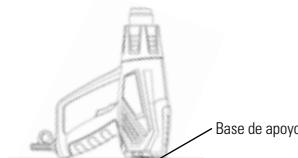

FIGURA 7.1 - BASE DE APOYO
5. Cuando apoye el soplador apagado (figura 7.1) sobre una superficie en el intervalo entre operaciones, manténgalo en la posición vertical, protegiendo la resistencia de eventuales corrientes de viento que causan choques térmicos.